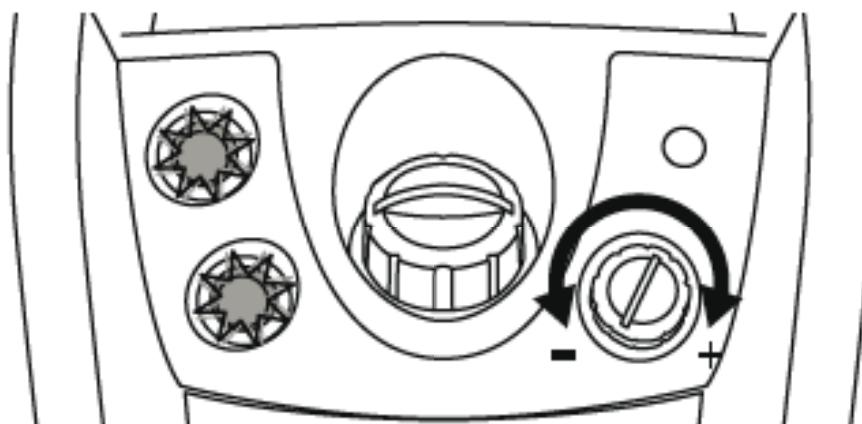

Fig. 2
- Poner la plancha y la caldera en marcha, pulsando los correspondientes interruptores. Se iluminarán los respectivos pilotos (Fig. 2).
- Esperar a que el piloto luminoso (C) indicador de vapor a punto se conecte.
- El aparato estará listo para poder empezar a planchar. A partir de este momento, el piloto indicador de vapor a punto (C) se apagará y iluminara automáticamente, según el consumo de vapor. También oirá un suave ruido a intervalos, causado por la bomba que recarga agua en la caldera. Siga planchando de forma normal.
#### **Control del flujo de vapor (Fig. 2):**